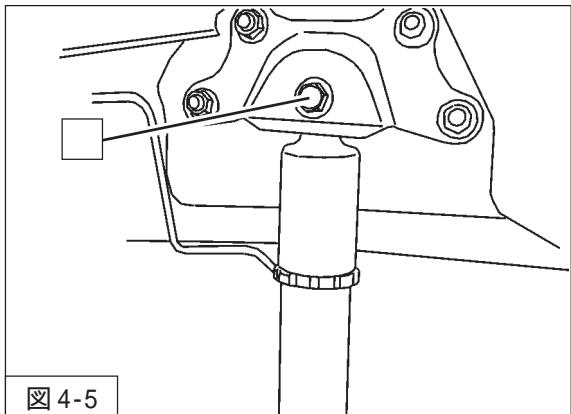

図4-5
4. ダンパー・アッパー取付ボルト(締付トルク: 100N·m)を車両に取付けてください。(図4-5)